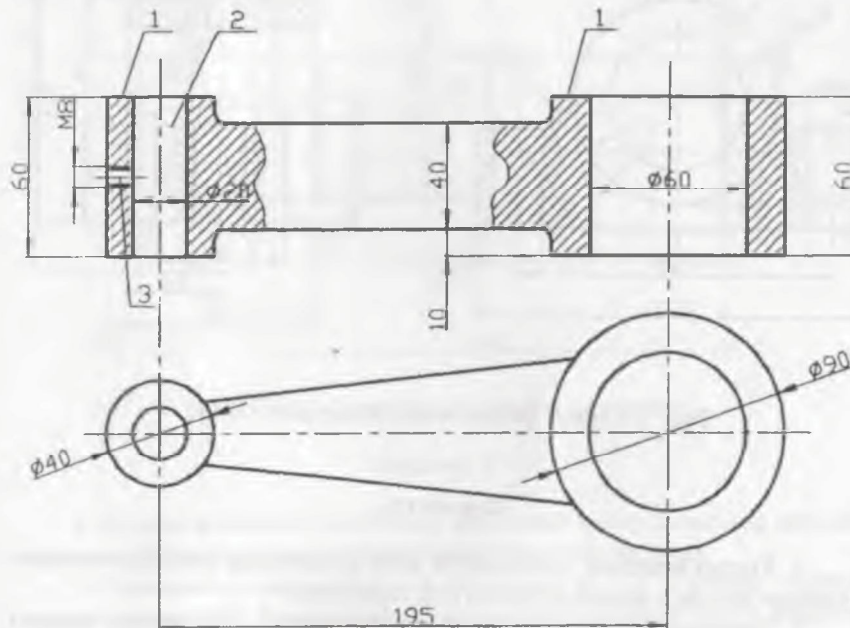

Рис. 4. Серьга. Материал – ВЧ60
2. Приведите схемы обработки поверхностей 1, 2, 3 детали, чертеж которой дан на рис. 4. Для каждой схемы укажите название станка, инструмента и зажимных приспособлений. Приведите эскизы инструмента для обработки поверхности 2 и приспособления для закрепления заготовки при обработке поверхности 3.